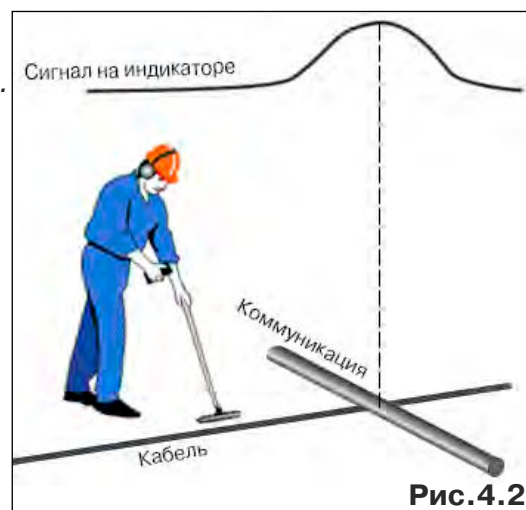

Рис.4.2
3. Р сположить корпус электром гнитного д тчик н дтр ссой к беля п р ллельно тр ссе (уровень сигн л н индик торе приемник будет близок к нулю) (рис.4.2). Провести тр ссопоиск в соответствии с методом м ксимум . При прохождении по тр ссе место пересечения к беля с коммуник циями определяют по м ксим льному сигн лу.